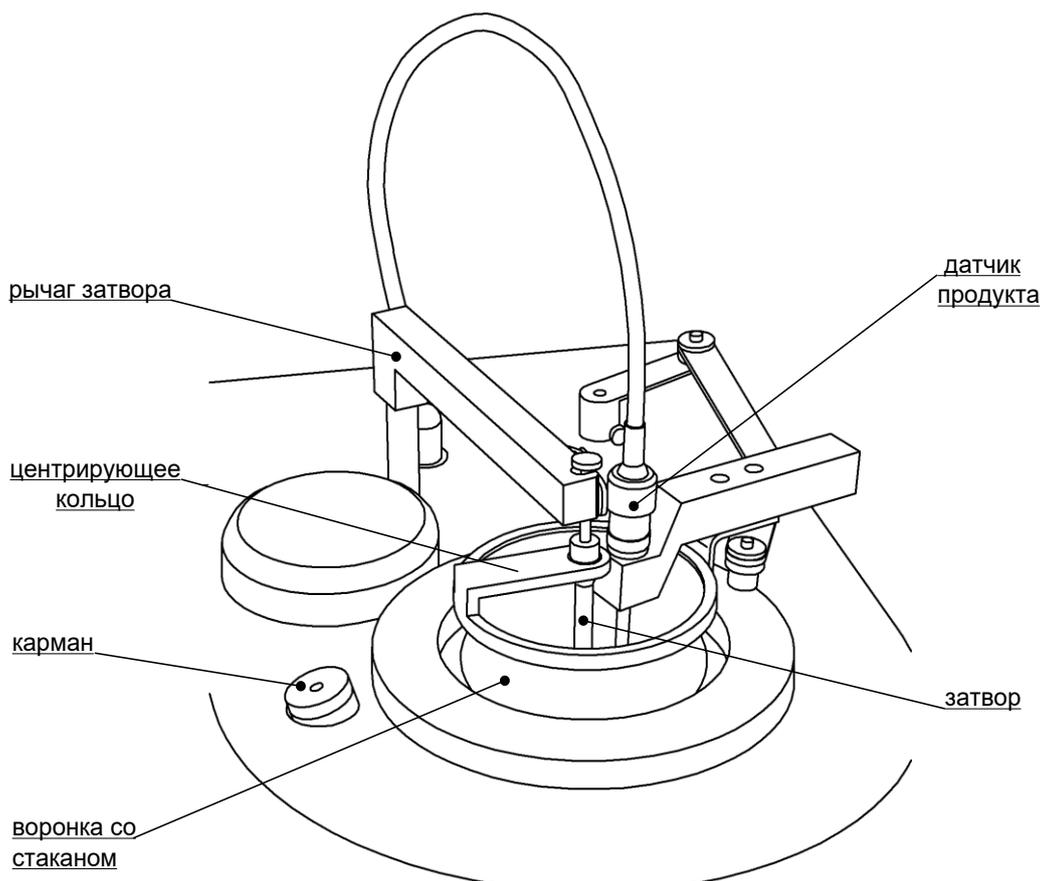

Рисунок 10 - Установка затвора и датчика пробы
4.4.6.1 Установить затвор и датчик продукта (см. рисунок 10, страница 11).